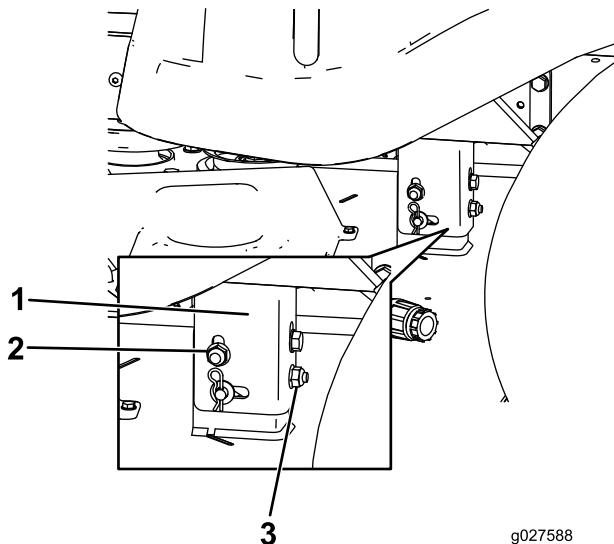

Bild 62
- Drehen Sie die hintere Mutter, um die linke Seite des Mähwerks anzuheben oder abzusenken. (Bild 62).